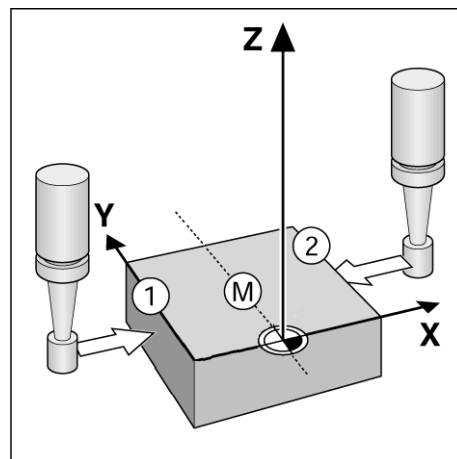
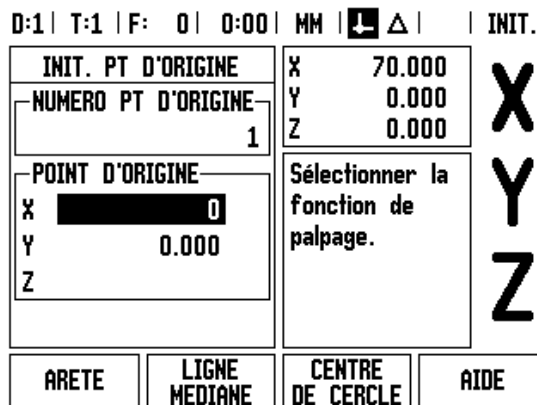

fig. I.33 Initialiser comme ligne de référence une ligne médiane entre deux arêtes de la pièce
fig. I.34
**Exemple: Initialiser comme ligne de référence une ligne médiane entre deux arêtes de la pièce.** Cf. fig. I.33 & fig. I.34.